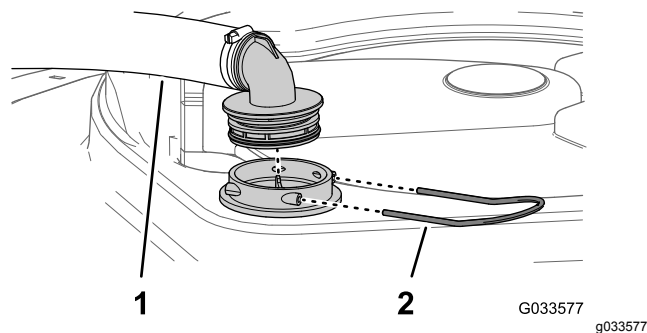

Рисунок 77
- Отсоедините шланг и шланговый штуцер от корпуса фильтра (Рисунок 77).
- В верхней части бака опрыскивателя снимите держатель, который крепит шланговый штуцер, подсоединенный к большому шлангу, идущему от корпуса фильтра (Рисунок 77).